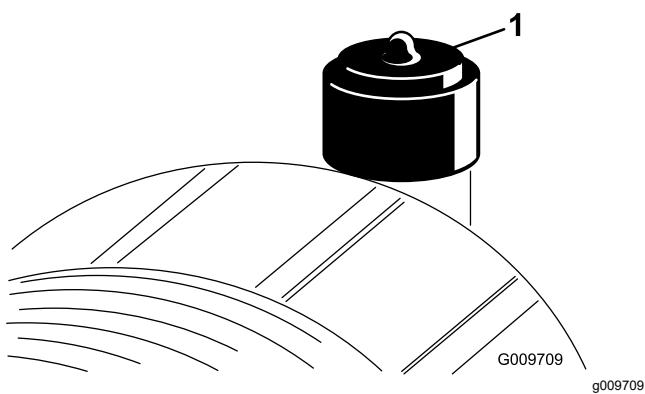

Bild 86
9. Stellen Sie die Anzeige (Bild 86) zurück, wenn sie auf Rot steht.